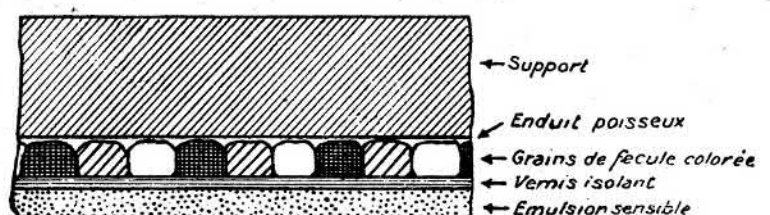

Fig. 2.
d. Sur ce dernier vernis, on étend enfin une couche très régulière d'émulsion sensible à toutes les couleurs (émulsion panchromatique). La coupe schématique de la figure 2 permettra de se rendre compte de la constitution du Filmcolor.